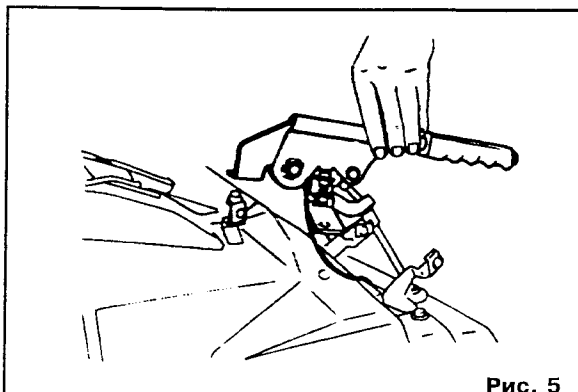

Рис. 5
2. Снимите крышку двигателя (см. рис. 5).